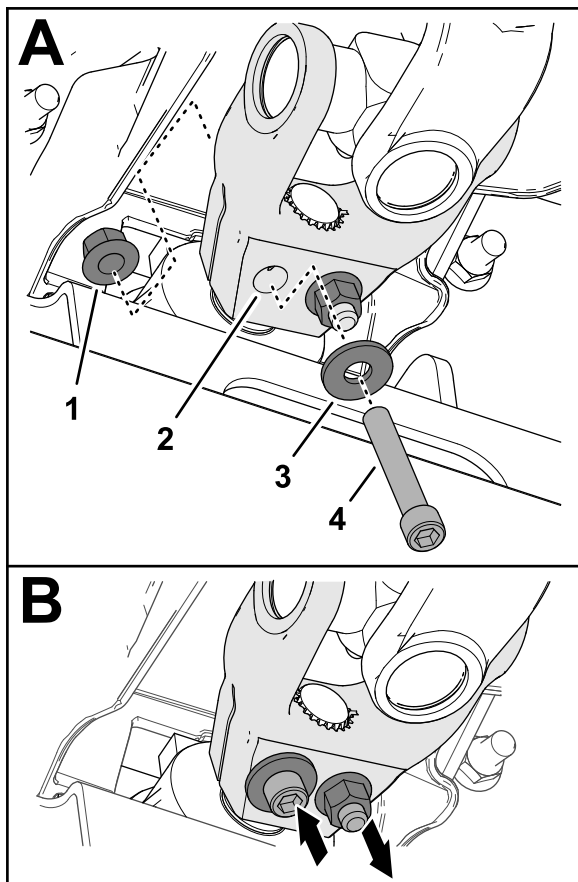

Figura 16
6. Montate un bullone senza dado a brugola ( $\frac{3}{8}$ " x  $2\frac{1}{4}$ " ) attraverso una rondella ( $\frac{3}{8}$ " ) e il foro nella forcella dell'albero di trasmissione (Figura 16), e fissate il bullone senza dado con un dado di bloccaggio flangiato ( $\frac{3}{8}$ " ).
7. Montate un bullone senza dado a brugola ( $\frac{3}{8}$ " x  $2\frac{1}{4}$ " ) attraverso una rondella ( $\frac{3}{8}$ " ) e il foro nella forcella dell'albero di trasmissione dalla direzione opposta (Figura 16), e fissate il bullone senza dado con un dado di bloccaggio flangiato ( $\frac{3}{8}$ " ).